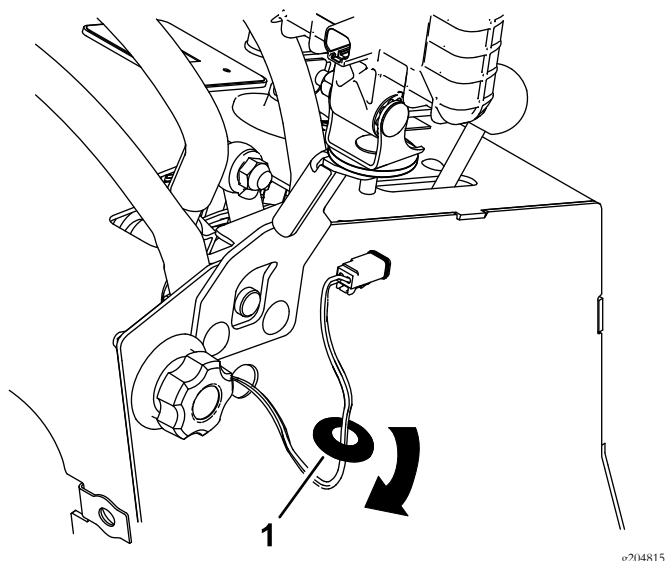

Figura 6
6. Introduzca el conector de la luz derecha por el taladro que perforó en el lado derecho de la máquina. Coloque un pasacables sobre el conector, bájelo por el arnés de cables y sujételo en el orificio (Figura 6). Repita con el conector del arnés de cables izquierdo en el lado izquierdo de la máquina.